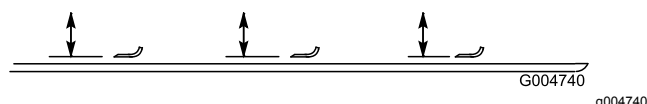

Рисунок 109
2. Поверните нож так, чтобы его концы были направлены вперед и назад, и измерьте расстояние между внутренней частью деки газонокосилки и режущей кромкой в передней части ножа (Рисунок 109).